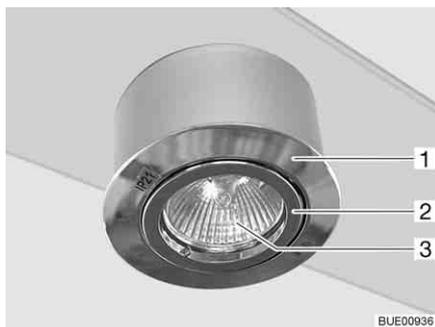

Fig. 111 Lampada alogena sospesa
La lampada alogena sospesa (Fig. 111,1) è incassata nella lampada a soffitto.
- Girare e rimuovere l'anello interno (Fig. 111,2).
- Rimuovere la lampada alogena ad incandescenza (Fig. 111,3).